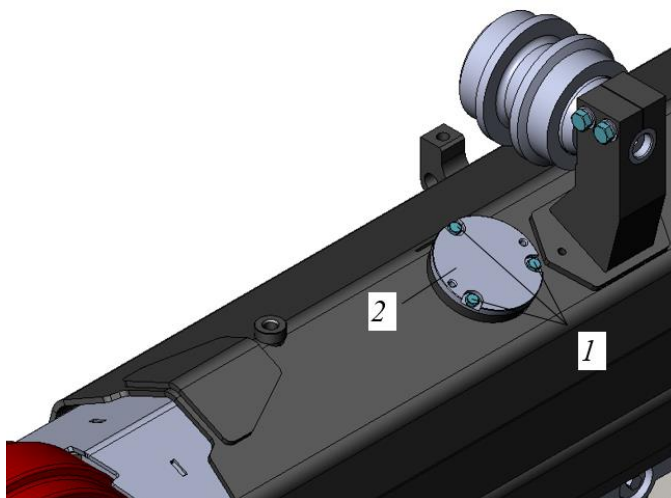

Рисунок 12.13. Демонтаж крышки корпуса тележки
- Очистить крышку 2 и примыкающие к ней поверхности на корпусе гусеничной тележки, рис. 12.13.
- Выкрутить болты крепления 1 и снять крышку 2, рис. 12.13.